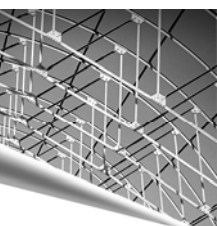

图 3-120 “孔”对话框
(1) 选择“菜单(M)”→“插入(S)”→“设计特征(E)”→“孔(H)”, 或者单击“主页”选项卡“特征”面组中“更多”库下的“孔”按钮 , 打开如图 3-120 所示的“孔”对话框。选择“埋头孔”形状, 设置“埋头直径”“埋头角度”和“直径”文本框中分别输入 5、90 和 4。